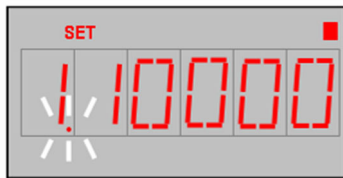

図 6
- ⑥ さらに「RIGHT KEY ▷」を押すと、点滅位置が小数点に移ります。(図 6.参照)